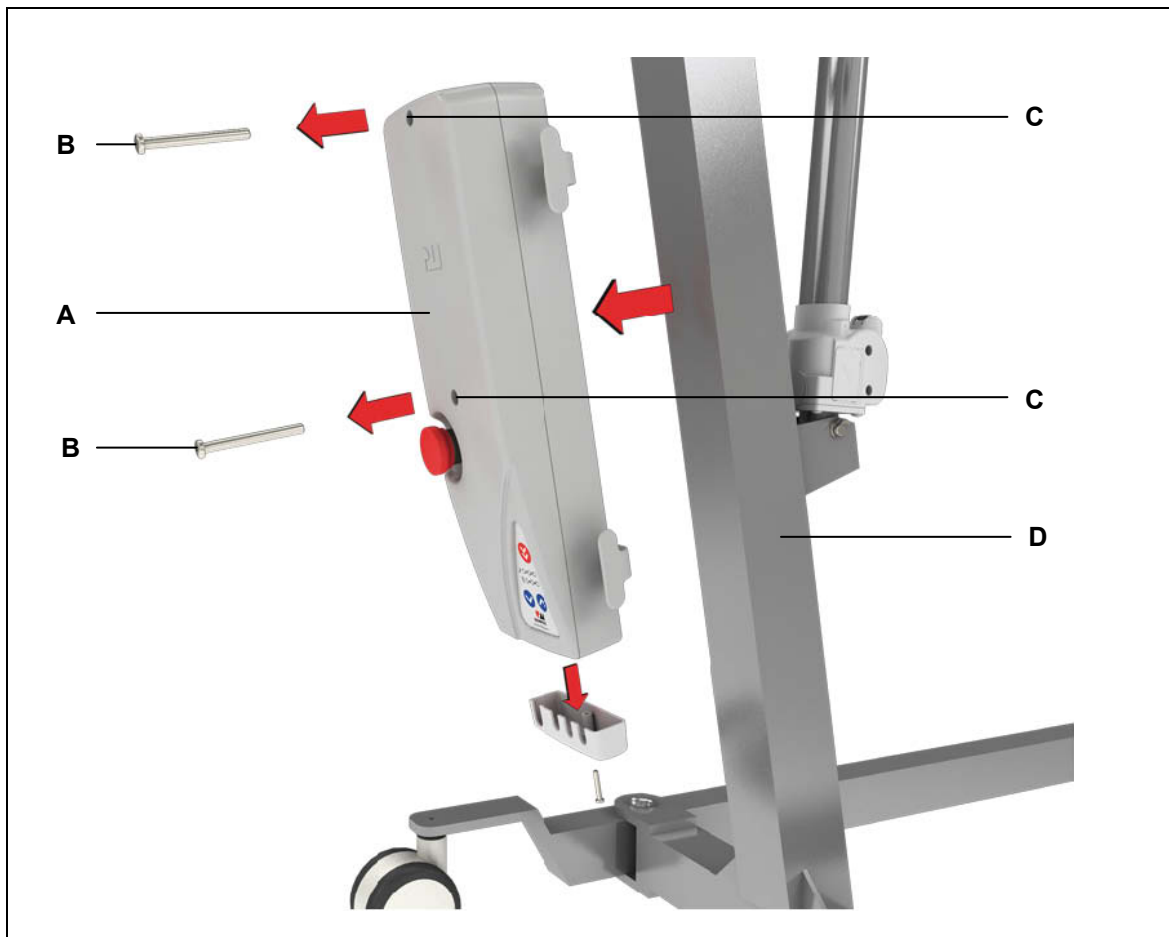

Abbildung 11 Demontage vom Patientenlifter
- 4 Lösen Sie die zwei Zylinderkopfschrauben an den Befestigungspunkten des *ACCUCONTROL* (siehe Abbildung 11).